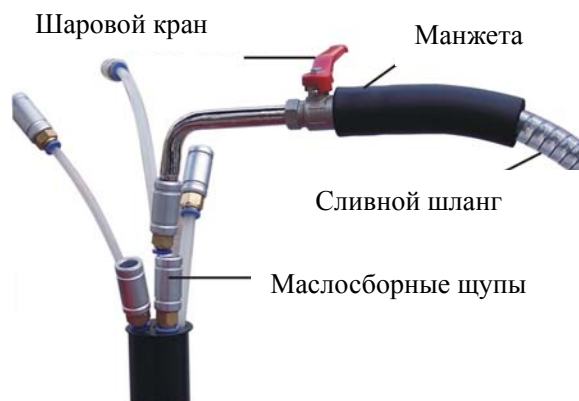

Рис. 4
1. После вакуумирования выберите подходящий щуп (это должен быть щуп самого большого диаметра, который может быть вставлен в двигатель) и плотно соедините его со сливным шлангом (рис. 4).